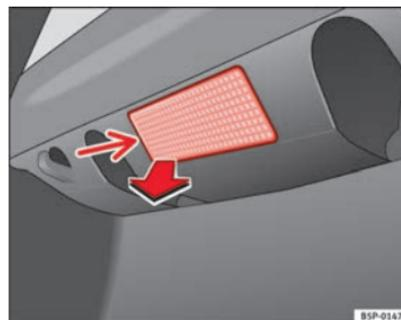

Fig. 206 Luz do porta-bagagens
- Extraia a tulipa pressionando o rebordo da parte interior da mesma (seta) com a ajuda da ponta de uma chave de fendas ⇒ Fig. 206.